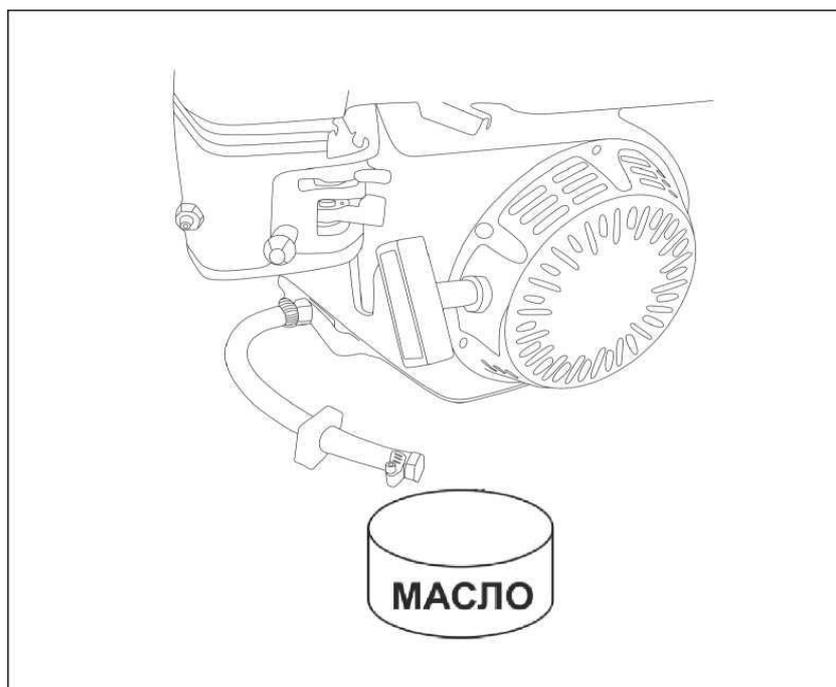

Рис. 15. Замена масла в двигателе.
1. Разместите под двигателем подходящую емкость для сбора масла, затем снимите крышечку маслониливной горловины, открутите болт со шланга и слейте отработанное моторное масло через шланг в подготовленную для этого емкость (Рис. 15).